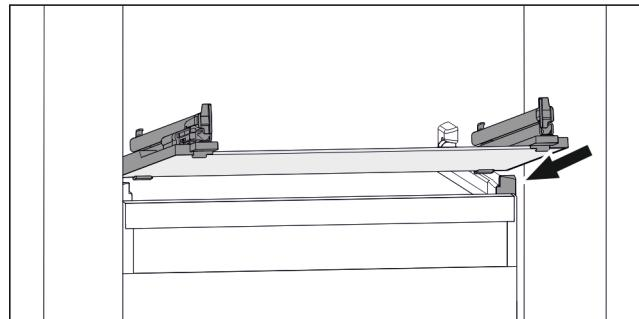

Fig. 111 Beispielhafte Darstellung der Glasplatte
- Glasplatte schräg hinter den Stopfern aufsetzen. (siehe Fig. 111)